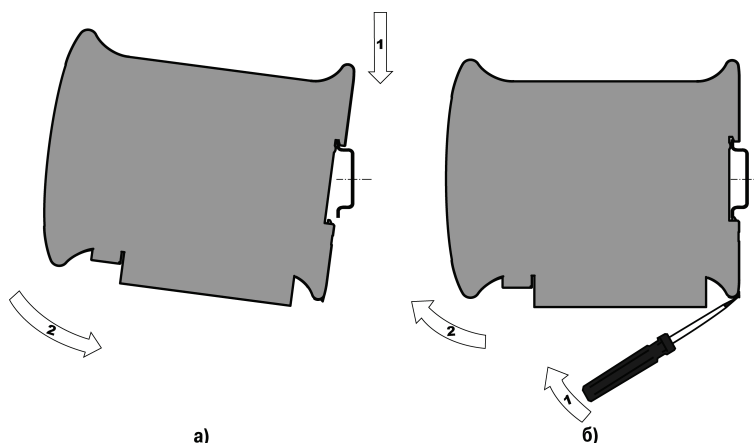

Рисунок 2
1. В прощину защелки вставляется острая отвертка (см. рисунок 2б).